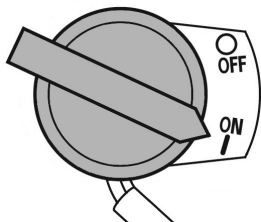

Рис. 17. Выключатель зажигания
5. Выключатель зажигания переведите в положение «ON» (ВКЛЮЧЕНО) (Рис. 17).
При возникновении аварийной ситуации, для экстренной остановки двигателя мотопомпы переведите выключатель зажигания двигателя в положение «OFF» (ВЫКЛЮЧЕНО) (Рис. 17).
3. Переведите выключатель зажигания в положение «OFF» (ВЫКЛЮЧЕНО) (Рис. 17).